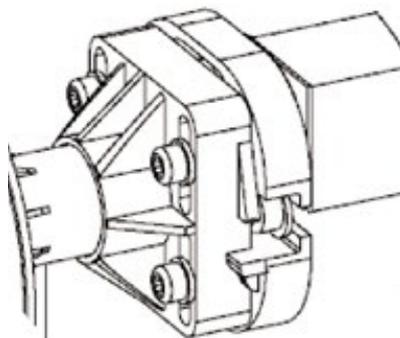

Figura 41 – Montaggio dell'asse sul supporto del cuscinetto
Posizionare l'asse della copertura automatica sulla flangia di supporto del cuscinetto (*Figura 41*).
Procedere quindi al livellamento dell'asse: mediante una livella posta sull'asse della copertura, regolare la posizione del cuscinetto nel suo supporto se necessario, tramite le quattro viti che collegano il cuscinetto alla rispettiva flangia di supporto (vedi Figura 41). Quando l'asse è orizzontale, bloccare queste quattro viti.
Montare le due staffe di supporto delle pareti divisorie (12) sulle piastre (5) tramite quattro dadi (14) e quattro rondelle (13) di diametro 8 mm in acciaio inox A4. Assicurarsi che i binari sui quali sono presenti i fori oblunghi sulle staffe (12) siano situati sul lato opposto allo skimmer e all'asse della copertura automatica (vedere zoom sulle staffe di supporto delle pareti divisorie (12) nella Figura 41).